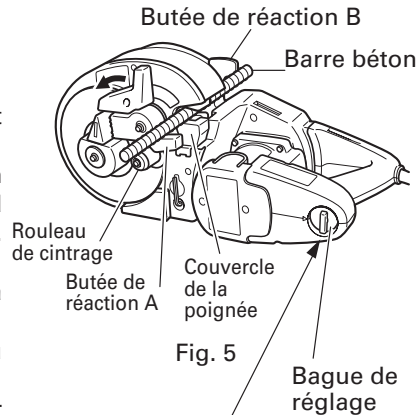

Fig. 5
1. Coupe normale (Fig. 5)
- (3) Mettre l'outil dans la position indiquée à la Fig. 5.
- (4) Placer la barre béton à couper sur le couteau inférieur.
- (5) Lorsque la barre béton est installée, s'assurer que la butée de réaction B est accrochée sur la barre béton.
- (6) Tirer sur la gâchette et couper la barre béton.